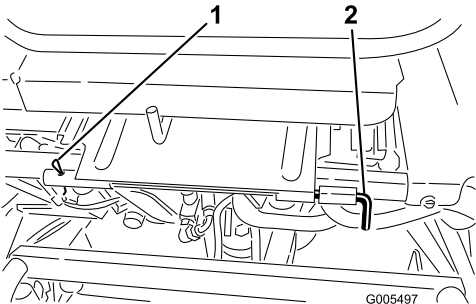

Figura 37
3. Abbassate il sedile e togliete la coppiglia che fissa l’asta orientabile del sedile al telaio (Figura 37).